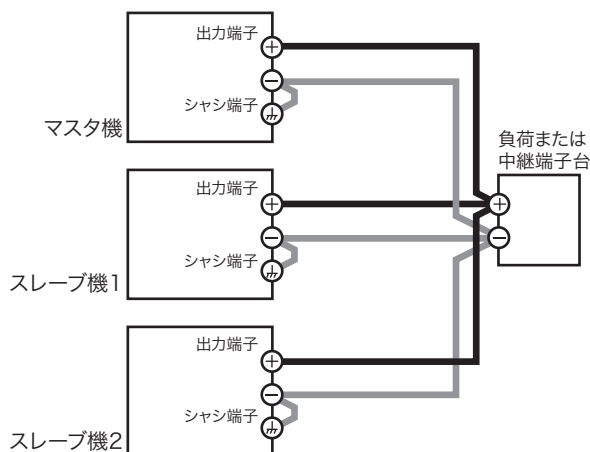

図 6-7 並列運転（スレーブ機 2 台）の負荷接続
- 5** 図 6-7 のように、マスタ機、スレーブ機の負荷用電線を負荷または中継端子台へ接続します。